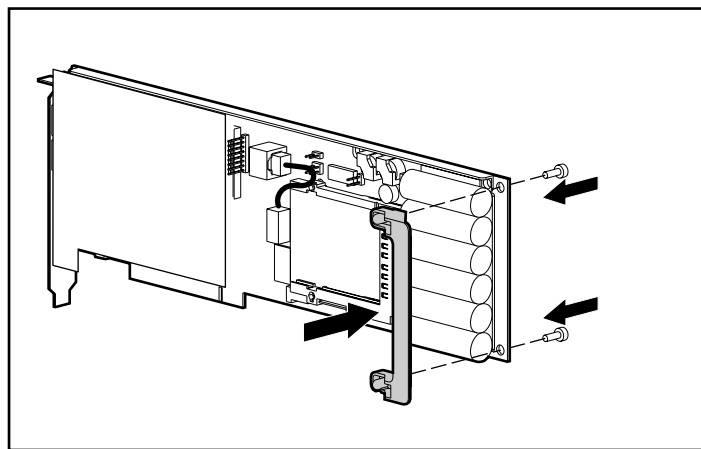

図2-2. PCIエクステンダ ブラケットの取り付け
1. ボードを、図2-2のように、サイド コネクタ ブラケットを左に、ボード エッジ コネクタを下にして、持ちます。